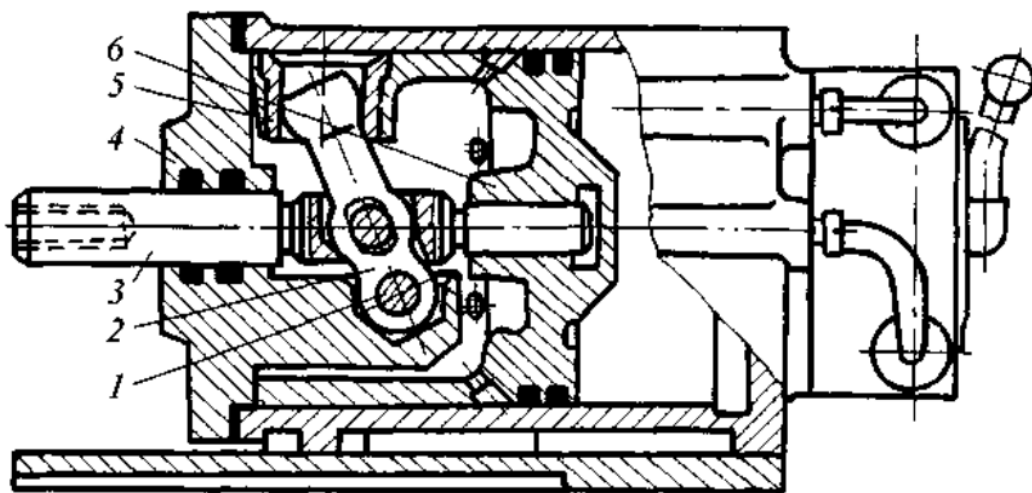

Рис. 17
11. Опишите назначение и принцип действия приспособления приведенного на рис. 17.